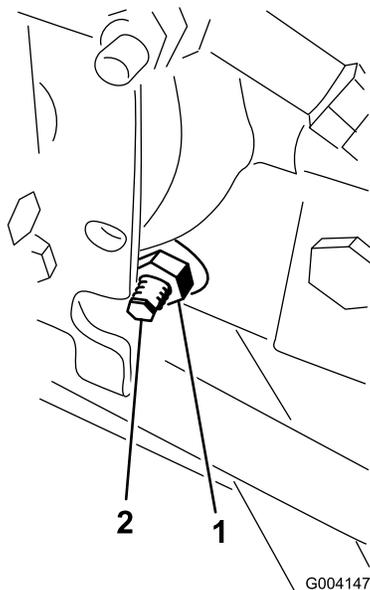

Рисунок 90
3. С правой стороны гидростата ослабьте контргайку кулачка регулировки тяги (**Рисунок 90**).